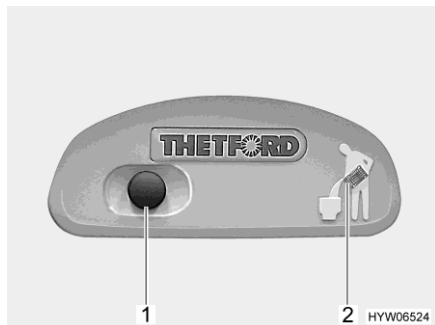
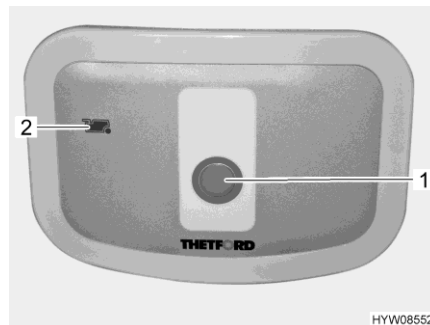

Fig. 293 Botón del inodoro/luz de control del inodoro Thetford
Fig. 294 Botón del inodoro/luz de control del inodoro Thetford (alternativa)
- Para lavar, pulsar el botón del inodoro azul (Fig. 293,1 ó Fig. 294,1).
La luz de control (Fig. 293,2 ó Fig. 294,2) se enciende cuando es necesario vaciar el depósito de aguas fecales.